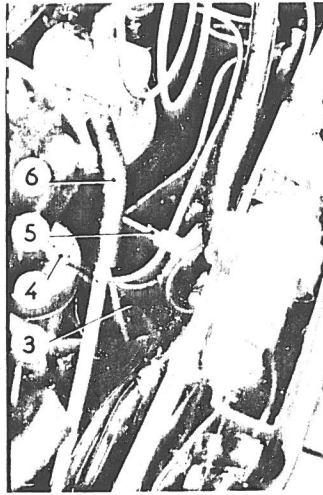
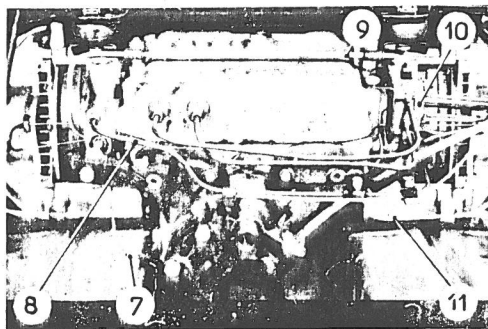

Fig. 17.
Fig. 18.
- forbindelsen (4) fig. 17 til koblingskorrektøren (over trykregulatoren).
- Tilbageløbsrøret (1) fra koblingskorrektøren.
- Udgangsrør fra trykregulatoren ved T-stykket (5).
- Benzinrør ved benzinpumpe (6).
- 5-rørs-forbindelsen (10) fig. 18 fra gearkassen.
- Tilgangsrøret (9) fra forreste højre bremsecaliper.
- Tilgangsrøret (11) fra forreste venstre bremsecaliper.
- Nylon-tilbageløbsledning (7) fra koblingsspærren. Aftag gummi-bøjlen.
- Forbindelsesrøret (8) mellem koblingsspærre og skifteblok ved spærren.